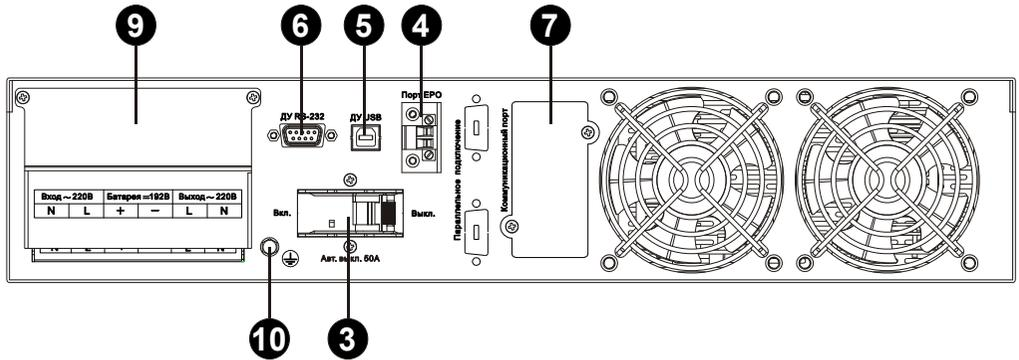

Рисунок 8 - Задняя панель ИБП ATS 6000 R-F, ATS 10000 R-F
- снять защитный кожух клеммного блока на задней панели ИБП (поз. 9, рисунок 8);
- для ИБП мощностью 6, 10 кВА снять защитный кожух клеммного блока на задней панели ИБП (поз. 9, рисунок 8);